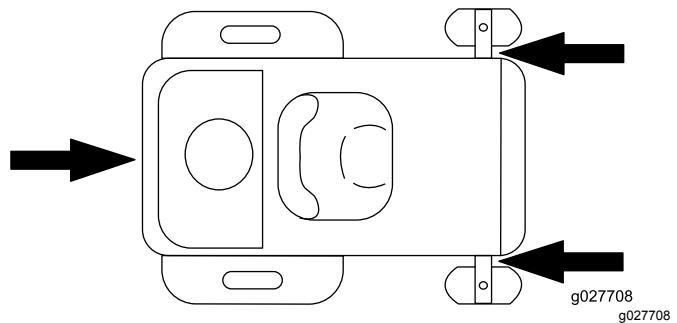

Figura 33
- Prenda muito bem a máquina ao atrelado ou carrinha com tiras, correntes, cabos ou cordas. Utilize apenas os quatro pontos de reboque designados no cortador – dois no lado esquerdo e dois no lado direito (Figura 33). Utilize estes locais mesmo quando transportar o cortador com um acessório instalado. Utilizar locais não indicados pode causar danos ao cortador e/ou acessório.